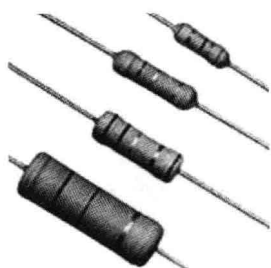

图1-5 金属氧化膜电阻器
3. 金属氧化膜电阻器 外形如图1-5所示,它是由能水解的金属盐类溶液(如四氯化锡和三氯化铋)在炽热状态下(约550℃)的玻璃或陶瓷骨架的表面分解沉积而成的。